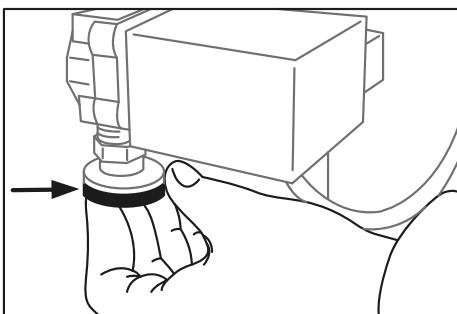

Figura 21.
8. Conecte la bomba de vacío y la válvula solenoide. Primero conecte un extremo del tubo de conexión entre la válvula solenoide y la bomba de vacío con la abrazadera (Figura 21, 22 y 23).